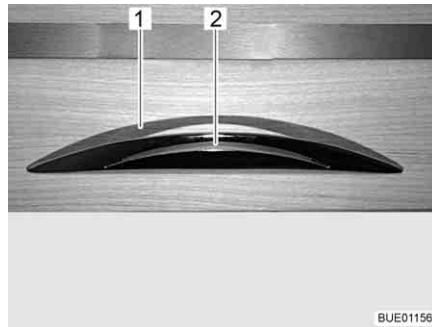

Bild 49 Möbelklappe mit Entriegelungsgriff
- Entriegelungsgriff (Bild 49,2) drücken und gedrückt halten.
- Am Entriegelungsgriff (Bild 49,1) ziehen, bis die Möbelklappe offen ist.